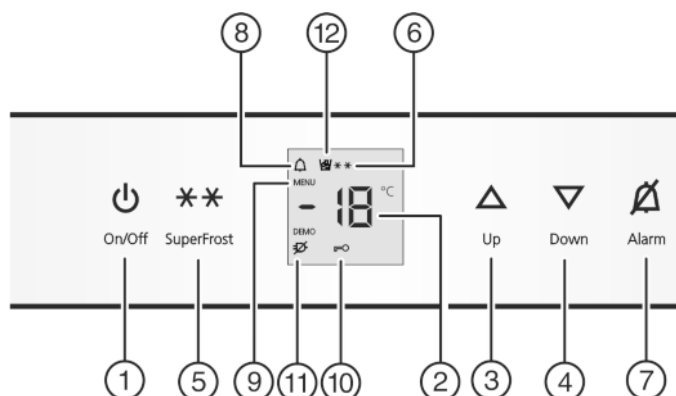

Fig. 2
- Натиснете бутона On/Off Fig. 2 (1).
- Активиране на режим настройки: Натиснете бутон SuperFrost Fig. 2 (5) ок. 5 сек.
- ▷ Символът Меню Fig. 2 (9) светва.
- Натиснете за кратко бутона SuperFrost Fig. 2 (5), за да потвърдите.
- Натиснете бързо бутона SuperFrost Fig. 2 (5) за включване на защитата от деца.
- ▷ Символът Защита от деца Fig. 2 (10) светва. На индикатора мига **c**.
- Натиснете бързо бутона SuperFrost Fig. 2 (5) за изключване на защитата от деца.
- ▷ Символът Защита от деца Fig. 2 (10) угасва. На индикатора мига **c**.
- Деактивиране режима на настройка: Натиснете бутона On/Off Fig. 2 (1).
- Натиснете бутона Аларма Fig. 2 (7).
Заедно с това температурният индикатор и графичният символ Аларма Fig. 2 (8) мигат.
Сирената автоматично спира, символът Аларма *Fig. 2 (8)* изгасва и температурният индикатор спира да мига, когато температурата отново е достатъчно ниска.
► Натиснете бутона Аларма *Fig. 2 (7)*.
► Настройка на по-висока температура: Натиснете бутона за настройка Up *Fig. 2 (3)*.
► Настройка на по-ниска температура: Натиснете бутона за настройка Down *Fig. 2 (4)*.